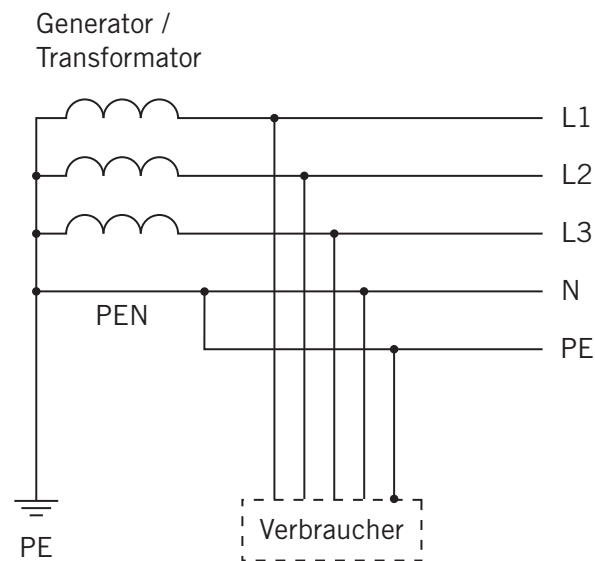

Abbildung 3: Schaltschema für ein TN-CS Netz
Das TN-CS Netz (Abbildung 3) ist eine Mischform aus TN-C und TN-S Netz. Diese Form ist die im deutschen Niederspannungsnetz gebräuchlichste Form. Wichtig für diese Betrachtung ist der Umstand, dass in diesem Netz an einer bestimmten Stelle (meist im Hausanschlusskasten) eine elektrisch leitende Verbindung zwischen der Schutzterde (PE) und der Betriebserde (N) besteht. Der (PEN) des TN-C Netzes wird also an dieser Stelle in PE und N des TN-S Netzes aufgeteilt. In Italien findet dieses Netz hauptsächlich in der Industrie Anwendung.